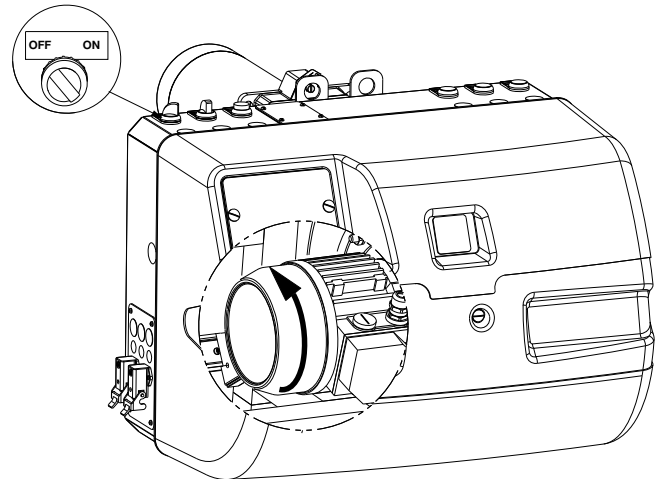

Fig. 29
Chiudere i termostati/pressostati e mettere il selettore di Fig. 29 in posizione "ON".
Appena il bruciatore si avvia posizionarsi quindi di fronte alla ventola di raffreddamento del motore ventilatore e verificare che questa ruoti in senso antiorario. Vedi Fig. 29.
- mettere l'interruttore di Fig. 29 in posizione "0" ed attendere che l'apparecchiatura esegua la fase di spegnimento;